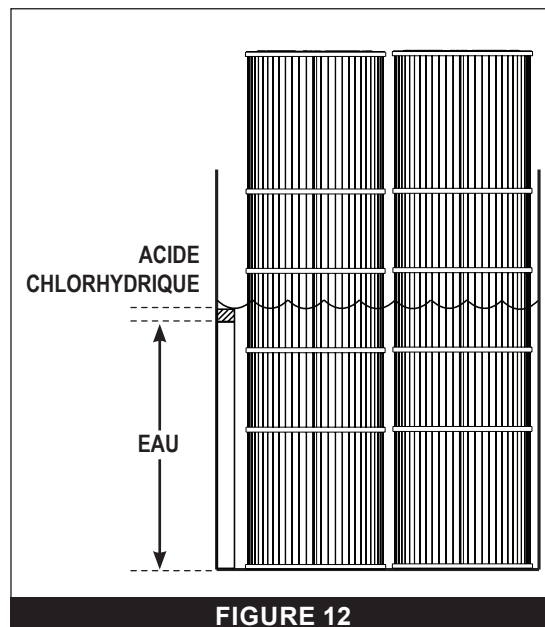

FIGURE 12
3. Dans un grand récipient en plastique, préparez une solution composée d'une part d'acide chlorhydrique pour vingt parts d'eau. Veuillez vous référer à la **FIGURE 12**.